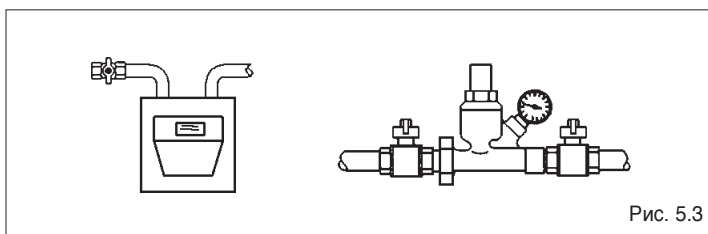

Рис. 5.3
- Закройте краны подачи топлива и запорные краны гидравлической системы (Рис. 5.3).